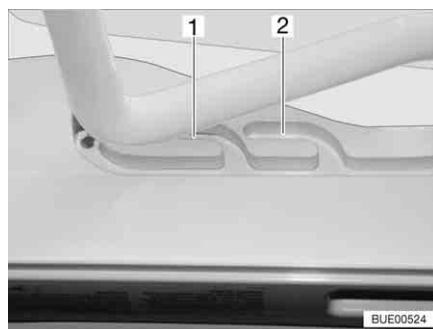

Fig. 23 Oblò inclinabile in posizione di ricircolo d'aria
È possibile portare l'oblò inclinabile in due posizioni di ricircolo d'aria: Posizione brutto tempo (Fig. 23,1) e posizione centrale (Fig. 23,2).
- Premere la staffa leggermente verso l'alto e spingerla nella guida selezionata (Fig. 23,1 o 2).